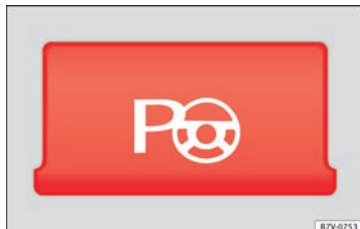

Abb. 141 Detail der Mittelkonsole: Taste zum manuellen Einschalten des Parklenkassistenten.
- **Beim Längsparken:** Taste  bei einer Geschwindigkeit bis 50 km/h (31 mph) **einmal** drücken. In der Taste leuchtet eine Kontrollleuchte, wenn die Funktion eingeschaltet ist » **Abb. 141.**
- **Beim Querparken:** Taste  bei einer Geschwindigkeit bis 50 km/h (31 mph) **zweimal** drücken. In der Taste leuchtet eine Kontrollleuchte, wenn die Funktion eingeschaltet ist »» **Abb. 141.**
- Drücken Sie die Taste . In der Taste leuchtet eine Kontrollleuchte, wenn die Funktion eingeschaltet ist »» **Abb. 141.**